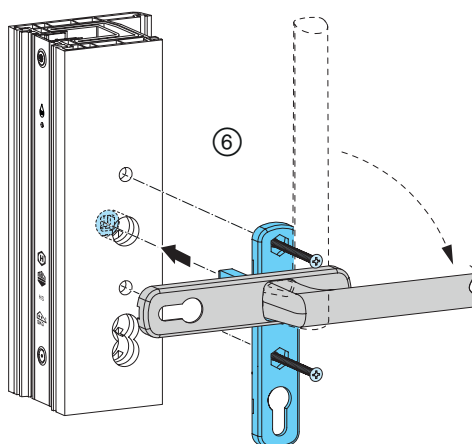

Abb. 35
- ⑥ Griff mit Griffrosette 90° verdrehen, Griffeinheit mit Getriebe koppeln und mittels Senkkopfschrauben M6 x ... durch Getriebe mit Muschelgriff verschrauben; **Abb. 35.**